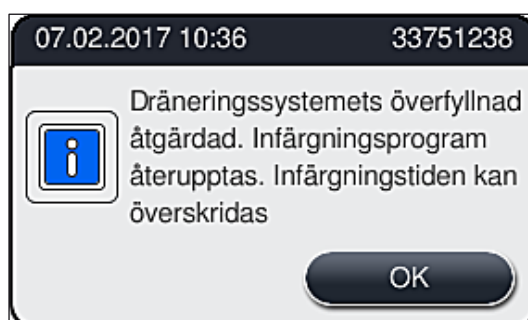

Bild 119
5. Stäng instrumentets kåpa och bekräfta informationsmeddelandet (→ "Bild 119") genom att trycka på **OK**.